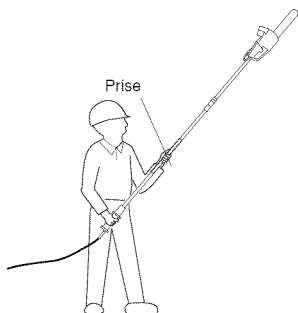

Figure 9 - Parties désignées pour la prise
2. Servez-vous de vos deux mains pour saisir la scie à perche. Ne saisissez que les parties désignées pour la prise pour utiliser la scie à perche (voir la Figure 9). Votre prise doit être ferme. Le pouce et les doigts doivent être complètement refermés sur la perche et la poignée.